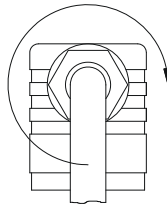
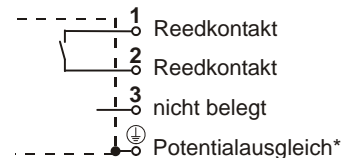

Abb. 9
Abb. 11
- ↪ Schließen Sie das Kabel, wie im Anschlussbild (→ Abb. 11) dargestellt, an.
- ↪ Drücken Sie das Innenteil ⑧ bis zum Einrasten in die Leitungsdose ②.
- ↪ Stecken Sie die Zentralschraube ⑥ in die Leitungsdose ② und ziehen Sie die Kabelverschraubung ⑤ an (→ Abb. 9).